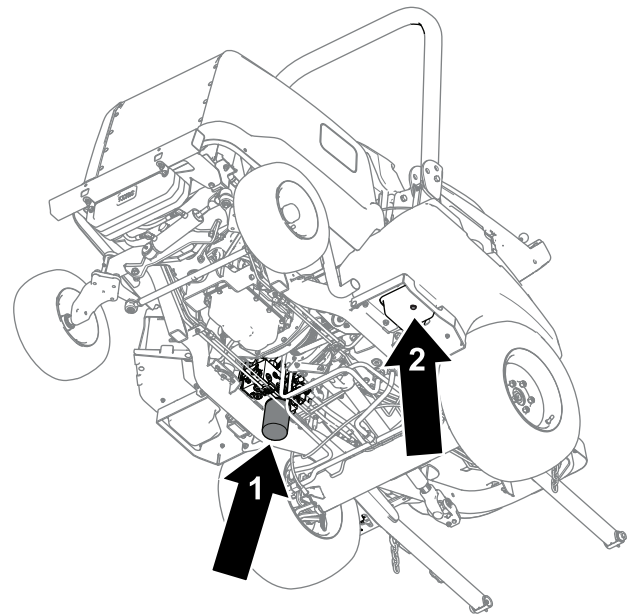

Figura 85
4. Deconectați bușonul de golire (Figura 85) din partea de jos a rezervorului i lăsați uleiul hidraulic să curgă în tavă.
6. Amplasai o tavă de scurgere sub filtru (Figura 85), îndepărtați filtrul i lăsați să se scurgă în tavă uleiul rămas.